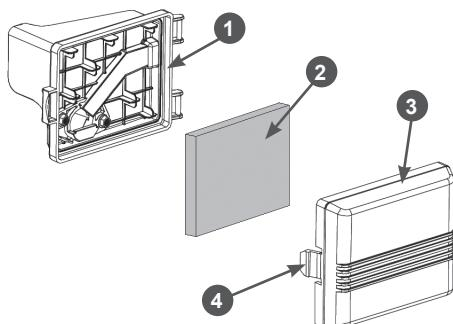

Рис. 18 Обслуживание воздушного фильтра
1. Нажмите на защелку 4 и снимите крышку 3 воздушного фильтра (Рис. 18).
2. Извлеките из корпуса 1 фильтрующий элемент 2 (Рис. 18).
5. Произведите очистку крышки 3 и корпуса 1 воздушного фильтра, не допуская попадания пыли и грязи в воздуховод, ведущий к карбюратору (Рис. 18).